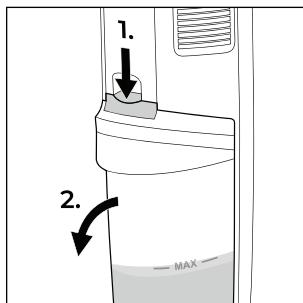

Fig. 20
- Vacíe el depósito de agua sucia ② después de cada uso.
- Despues de cada uso, limpie el filtro ⑩ y deje que se seque totalmente antes de volver a montarlo en el depósito de agua sucia ②.
- Vacíe el depósito de agua sucia ② despues de cada uso y cuando el agua sucia alcance la marca MAX.
- Al vaciar el depósito de agua sucia ②, asegúrese de que el desagüe (p. ej., del lavabo) no quede atascado con pelos o restos grandes de suciedad.
- Si el depósito de agua sucia ② se llena, el flotador ③ apaga el motor de aspiración automáticamente.
- ◆ Para vaciar el depósito de agua sucia ②, proceda de la siguiente manera:
1. Presione hacia abajo el botón situado sobre el depósito de agua sucia ② (consulte la fig. 20). Sujete el agarre del depósito de agua sucia ② mientras presiona el botón hacia abajo.
2. Tire del depósito de agua sucia ② hacia delante para extraerlo del aparato (consulte la fig. 20).